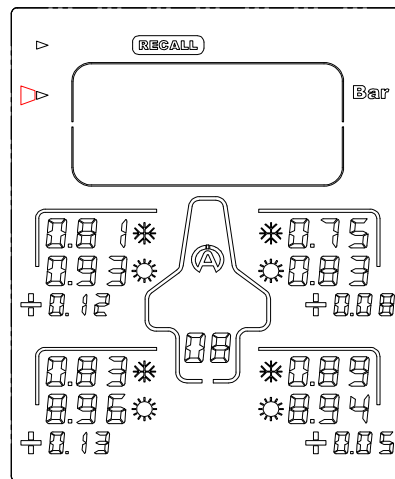

Ilustración 7
- 2) Seleccione el icono «**CADRAN**» (ilustración 7) utilizando el botón  u .